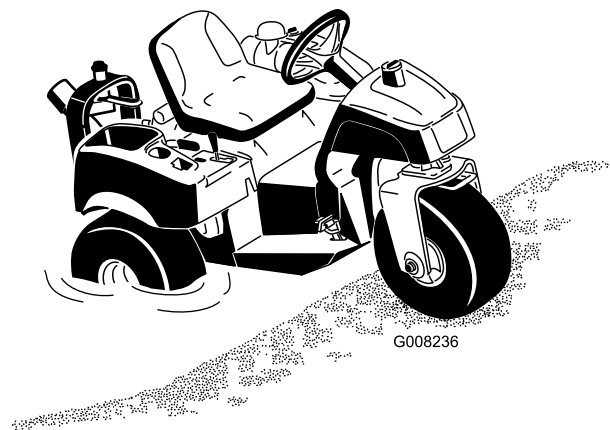

図 11
1. サンドプロを始動して、バックでゆっくりとバンカーの一番浅い部分に乗り入れる。サンドプロのホイールハブの高さ 図 11 より深いところには乗り入れないこと。